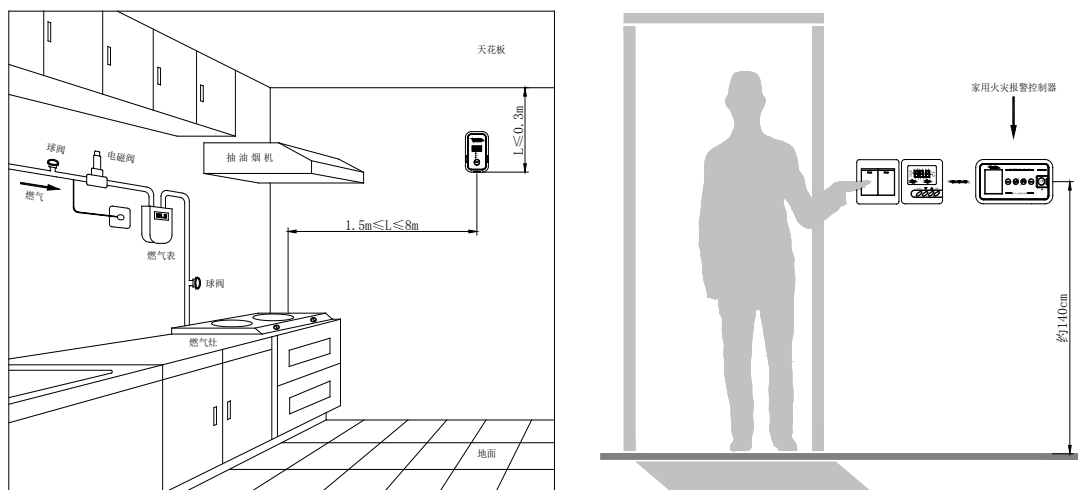

图 2-4 控制器安装位置示意图
①使用双绞线 $\text{RVS}2 \times 1.0 \text{ mm}^2$ 或 $\text{RVS}2 \times 1.5 \text{ mm}^2$ 。
②控制器适宜安装于住宅入户墙壁或其他合适安装的位置, 如图 2-4 所示。